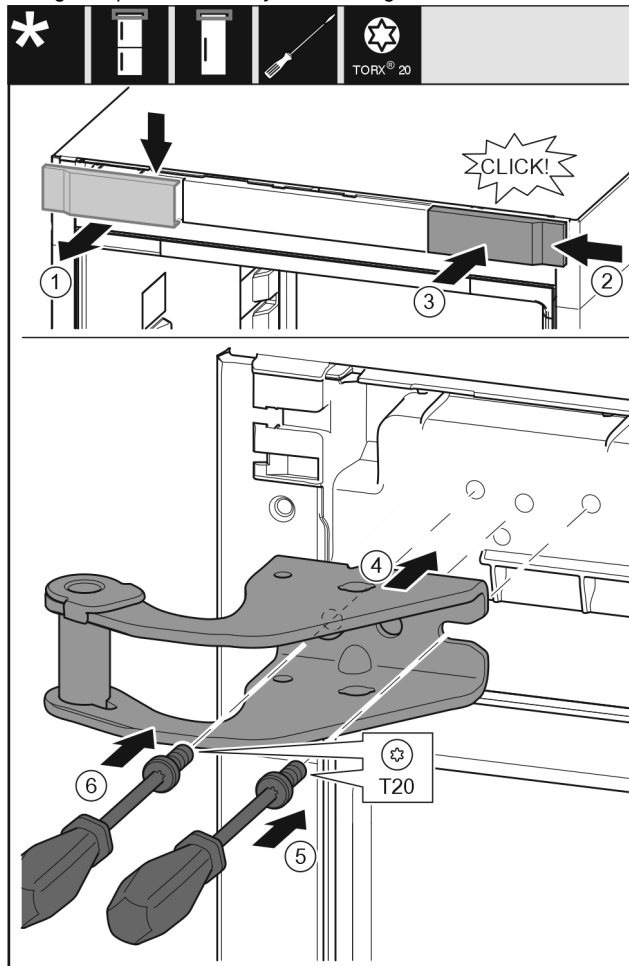

Fig. 10
- ▶ Skinite pokrov odozgo prema naprijed. Fig. 10 (1)
- ▶ Objesite pokrov okrenut za 180° na drugoj strani s desne strane. Fig. 10 (2)
- ▶ Pustite da pokrov uskoči. Fig. 10 (3)
- ▶ Postavite gornji podložak ležaja. Fig. 10 (4)
- ▶ Odvijačem T20 umetnite i pritegnite vijak. Fig. 10 (5)
- ▶ Odvijačem T20 umetnite i pritegnite vijak. Fig. 10 (6)